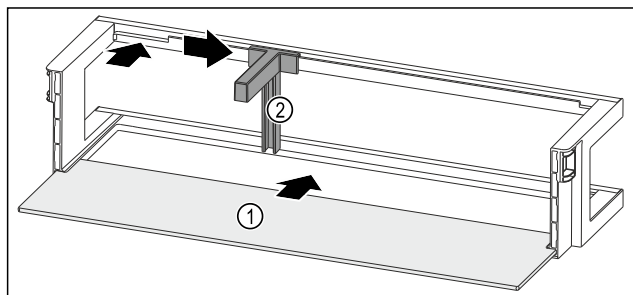

Fig. 264 带搁板的门边存放架
- ▶ 将搁板 Fig. 264 (1) 推入侧面凹槽。
- ▶ 将瓶托 Fig. 264 (2) 装入槽中。
- ▶ 将瓶托 Fig. 264 (2) 推至一侧的所需位置。